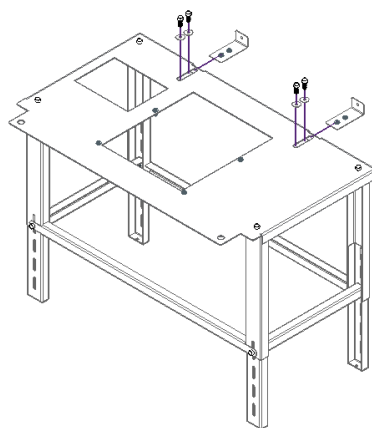

Figure 6 - Montage de la table auxiliaire
4. Placez les deux équerres à travers l'ouverture de la table et placez une vis et une rondelle dans chacun. Ne serez pas les vis à fond, juste assez pour permettre aux équerres de bouger, Figure 6.